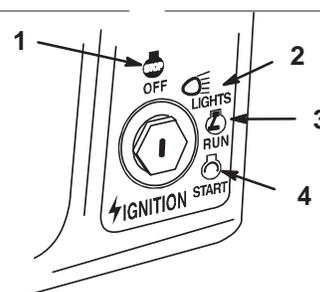

Figure 6
6. Tourner la clé de contact dans le sens des aiguilles d’une montre jusqu’en position de démarrage (“START”, Fig. 6), la maintenir jusqu’à ce que le moteur démarre, puis la lâcher.
2. Tourner la clé de contact sur “ARRÊT” (Fig. 6).